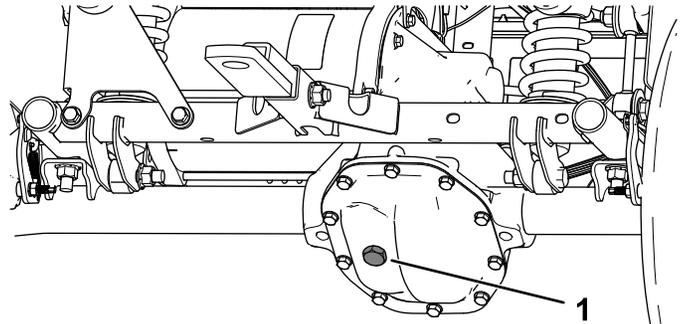

Figura 53
4. Retire el tapón de llenado del transeje (**Figura 53**).
5. Si el nivel de fluido es bajo, retire el tapón de llenado y añada fluido del tipo especificado hasta que salga del orificio (**Figura 53**).
4. Retire el tapón de llenado del transeje, y llene el transeje con el fluido especificado hasta que salga del orificio de llenado (Figura 53).